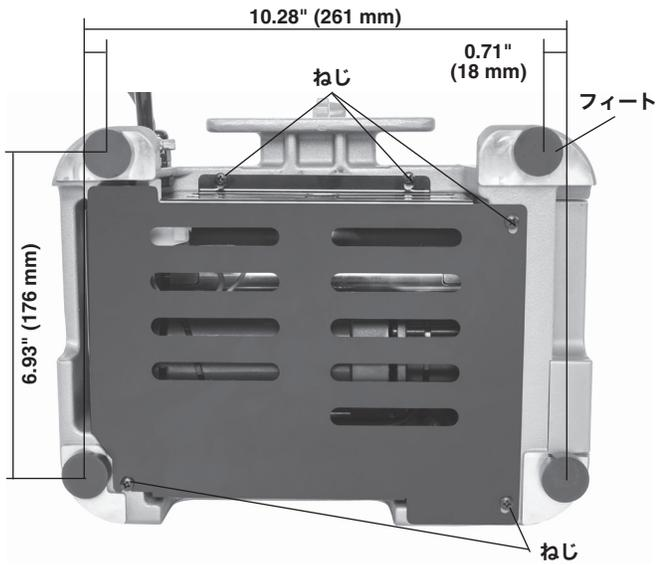

図 16 - 下部カバーネジ
2. 下部カバーを固定している5本のネジを緩め (図 16)、カバーを取り外します (一部のネジはカバーに固定されています)。